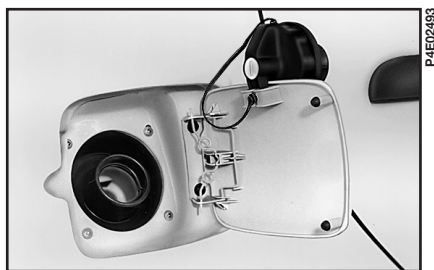

рис. 94
3) При заправке автомобиля топливом разместите пробку в гнезде на дверце заливной горловины (рис. 94).